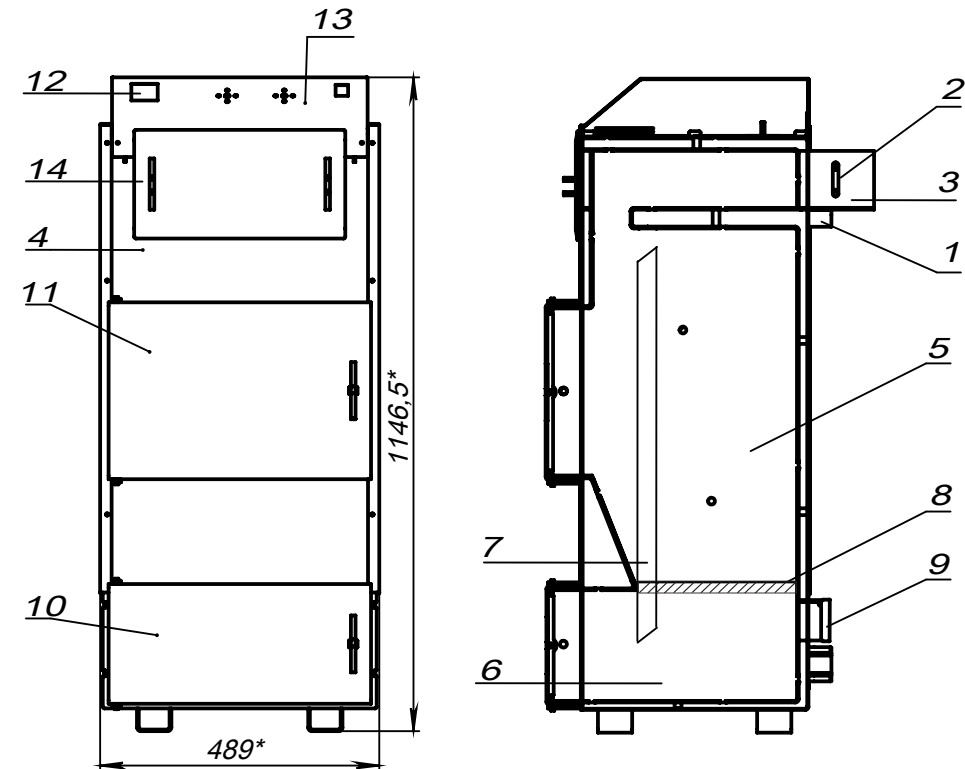

Рис. 1. Устройство котла.
3.1. Котел (рис.1) представляет собой сварную конструкцию прямоугольной формы из листовой стали, состоящую из камеры сгорания, разделенной колосниковой решеткой (8) на топку (5) и зольник (6) вокруг которой в корпусе (4) циркулирует вода (водяная рубашка). Снаружи корпус закрыт декоративной обшивкой.